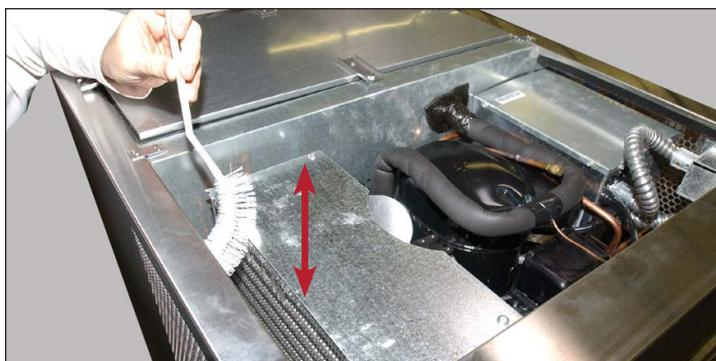

Fig. 2: Se acessível, limpe a serpentina do condensador. Nunca escove as aletas das serpentinas transversalmente.
3. Com uma escova de cerdas duras, limpe cuidadosamente a sujeira acumulada nas aletas dianteiras da serpentina do condensador, se acessível. Veja a Fig. 2. Se não for possível acessar ou limpar completamente a serpentina do condensador, retire o protetor contra chuva. Consulte as Figuras 3 e 4.